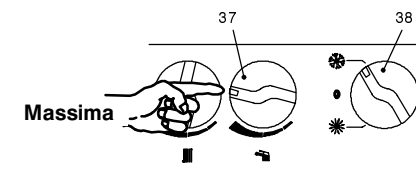

fig. 5.2
- Richiudere bene la presa di pressione (13)**
- Avviare la caldaia posizionando il commutatore di funzione (38) come in fig. 5.2.
- Posizionare la regolazione di temperatura sanitari (37) al massimo (fig. 5.2).